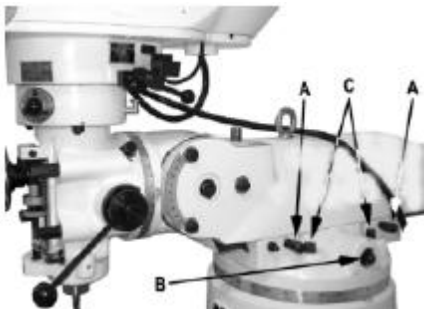

Рис. 22
1. Ослабьте два болта (A, рис. 22), крепящие ползун к его направляющим.
2. С помощью гаечного ключа на 14 мм поверните болт (B, рис. 22), чтобы переместить рычаг на его направляющих.
3. При достижении нужного положения надёжно затяните болты (A, рис. 22).
1. Ослабьте четыре запорных болта (С, рис. 22), крепящие ползун в верхней части основания.
3. Затяните четыре запорных болта ползуна (С, рис. 22).